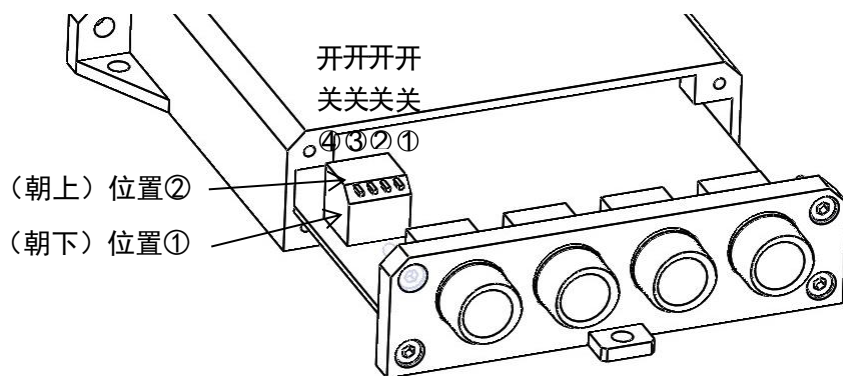

图 4 (拨动开关示意图注意：需拆开外壳)
最好精确的设定油箱的最高油位，就是设定SW1-4拨动开关的位置。参照图4和表2。
如图4所示，在主机盒上有一组拨动开关，用于设置超声油位计的不同的模式和工作最大油位
3. 通过拨动开关组的2和3号开关设置最高测量油位（参照图4和表2所示）